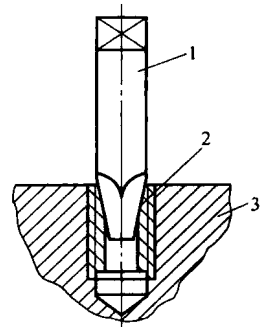

图 1-1 取出折断螺柱残端
2) 折断螺栓（螺柱）残端与螺纹孔面持平，或者还低于螺纹孔平面时，可在折断螺柱残端端面中心打一个样冲眼，并用比折断螺柱螺纹直径小 1.5~2mm 的钻头，按打好的样冲眼在折断螺栓（螺柱）残端钻个孔，然后把带方柄的锐利的三角形楔锥装入已钻好的孔中（图 1-1），用锤子敲入（用力要适当），使之牢牢“咬住”。把扳手套在方柄上，按螺纹旋出方向旋转，即可取出折断螺栓（螺柱）残端，且不会损坏箱体上螺纹。